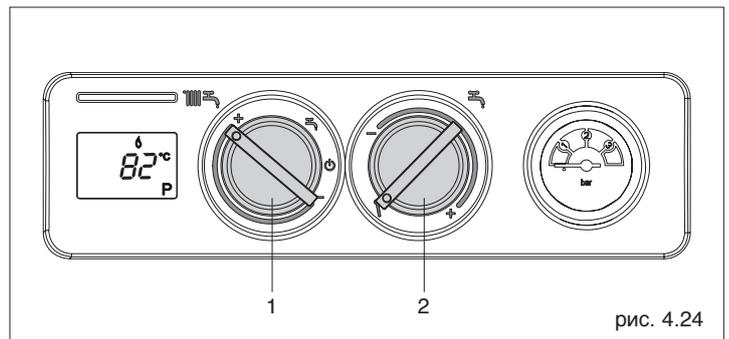

рис. 4.24
- переведите переключатель режимов работы (2, рис. 4.24) на символ \downarrow
- переведите регулятор температуры воды в системе отопления (1, рис. 4.24) на максимум (конец шкалы +)
- установите переключатели (1 и 2, рис. 4.24) обратно в те положения, которые соответствуют уставкам температуры в контурах отопления и ГВС.